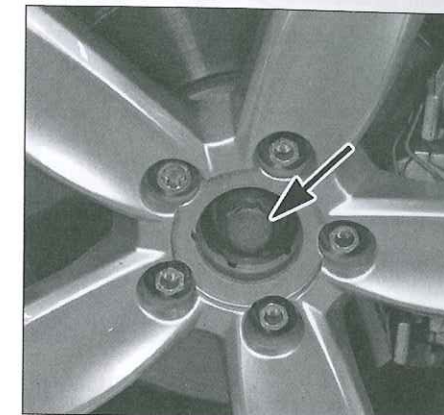

Fig. 4
- Aflojar el tornillo de la transmisión lado rueda 90° como máximo (Fig.4).